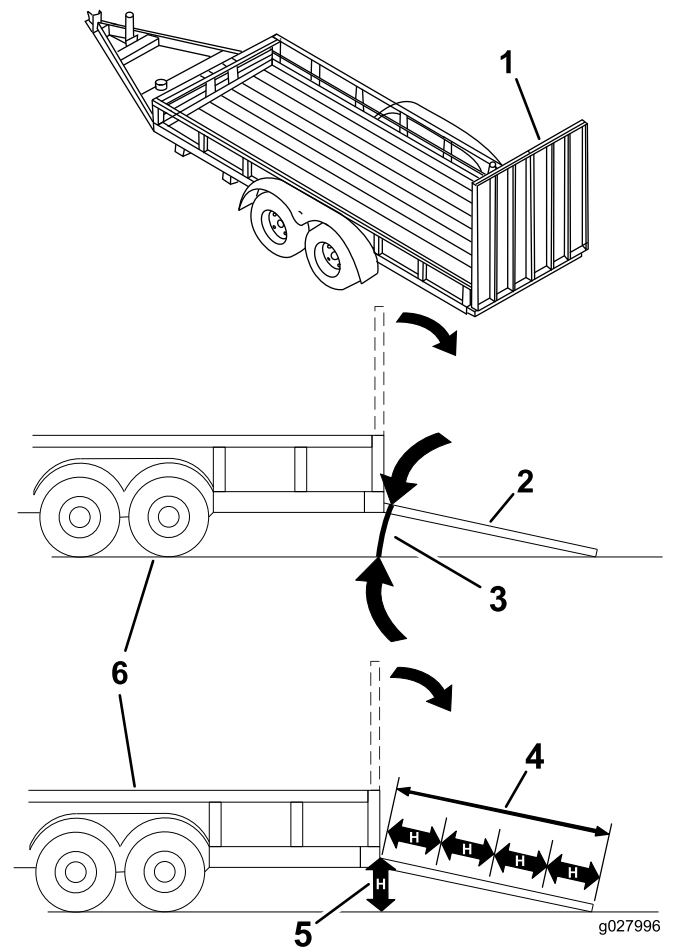

Bild 30
Das Laden einer Maschine auf einen Anhänger oder einen Lastwagen erhöht die Umkipppgefahr und könnte schwere oder tödliche Verletzungen verursachen (**Bild 30**).
3. Senken Sie die Rampe ab und stellen Sie sicher, dass der Winkel zwischen der Rampe und dem Boden höchstens 15 Grad beträgt (Bild 30).
1. Senken Sie die Rampe ab und stellen Sie sicher, dass der Winkel zwischen der Rampe und dem Boden höchstens 15 Grad beträgt (Bild 30).